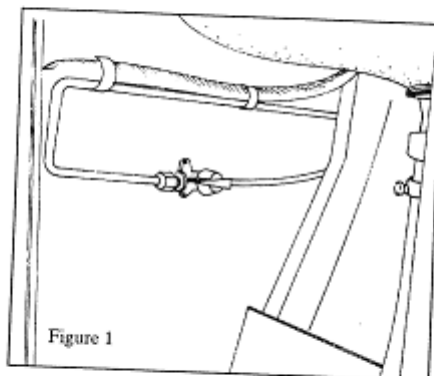
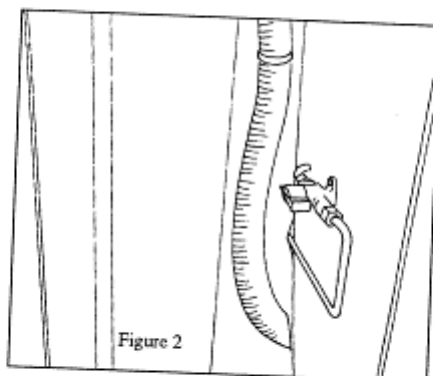

Figure 1
Figure 2
Si votre bateau est équipé d'un moteur diesel avec tirette de stop, il est impératif d'actionner celle-ci avant de couper le contact à clé (figure 1).
If your boat's diesel engine is fitted with a stop pull, this must be actuated before using the ignition key to switch off (fig 1).
- Fermer les vannes sur le circuit (dans le placard sous l'évier dans la version propriétaire (fig. 1), et dans la penderie de cabine arrière dans la version team (fig. 2)) et sur la bouteille quand les appareils ne sont pas utilisés. Fermer toutes les vannes en cas de danger.
- Shut the valves in the system (under the sink for the owner version (figure 1), and in the aft cabin hanging locker for the team version (figure 2)) and on the cylinder when the appliances are not in use. Shut all valves in case of hazard.
Le compartiment moteur est pourvue d'un orifice permettant de projeter à l'intérieur le produit extincteur sans qu'il soit nécessaire d'ouvrir les panneaux d'accès habituels. (fig. 1)
The engine compartment includes an aperture to inject the extinguishing agent without opening the normal access hatches (figure 1).